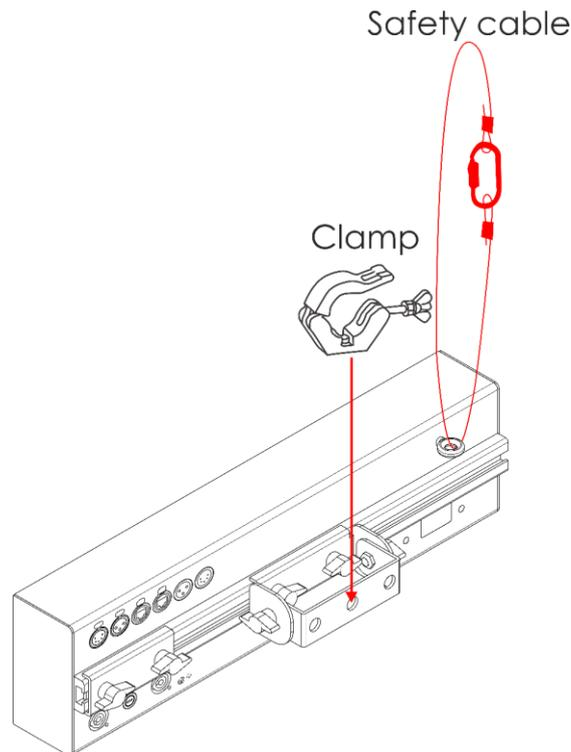

Fig. 04
- 01) Installare i morsetti, come mostrato nella Fig. 04. Accertarsi di utilizzare morsetti adatti al fissaggio dell'apparecchio su una travatura.
- 03) Fissare il dispositivo con una sospensione secondaria, ad esempio un cavo di sicurezza. Accertarsi che la sospensione secondaria sia in grado di sostenere 10 volte il peso del dispositivo. Ove possibile, la sospensione secondaria dovrebbe essere fissata a una struttura di supporto indipendente dalla sospensione primaria. Far passare il cavo di sicurezza nell'**occhello di sicurezza (07)**, come indicato nella Fig. 04.